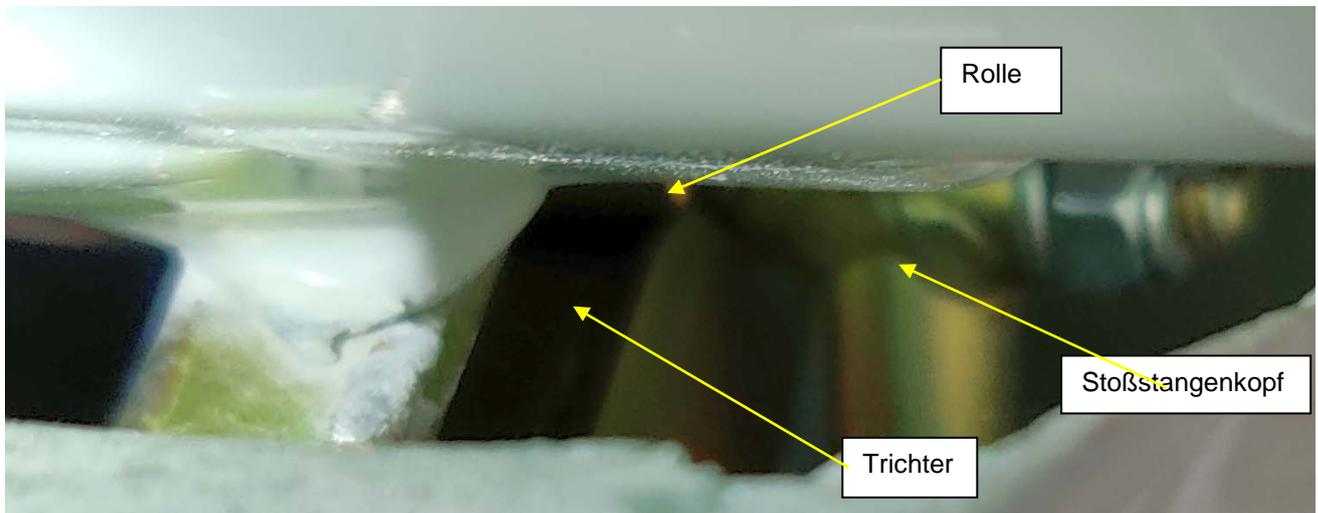

Abbildung 2, Blick von hinten in die Aussparung rechts vor dem Seitenruder
- 2.5 Das Höhenleitwerk montieren und beim Zurückschieben darauf achten, dass keine größere Kraft aufgewendet werden muss. Durch Anheben des Höhenruders an der Endkante und Blick von hinten in die Aussparung rechts vor dem Seitenrudder kontrollieren, ob die Rolle sich ganz im Trichter nach vorne bewegt hat, siehe auch Abbildung 2 am Ende der TM.